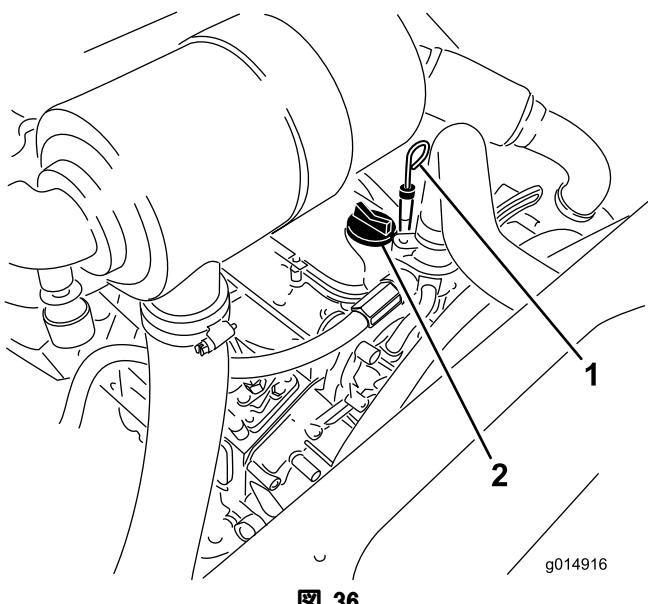

図 36
3. ディップスティックを抜き取り、付いているオイルをウェスで拭きとつてもう一度差し込む（図 36）。
5. オイルの量が不足している場合は、補給キャップ（図 36）を取り、Full 位置までオイルを補給する。